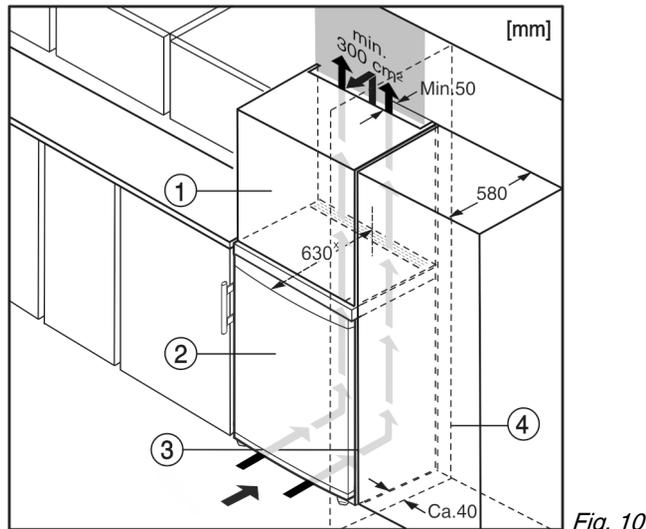

Fig. 10
Spotřebič lze zabudovat do kuchyňských skříní. K vyrovnání spotřebiče Fig. 10 (2) na výšku kuchyňské linky lze na přístroj nasadit nástavec Fig. 10 (1).
Při montáži do kuchyňských skříní (hloubka max. 580 mm) lze přístroj instalovat hned vedle kuchyňské skříně Fig. 10 (3). Přístroj přesahuje přední stěnu kuchyňské skříně na stranách o 34 mm x a uprostřed o 50 mm x.\*
Když se přístroj instaluje závěsy vedle stěny Fig. 10 (4), musí být vzdálenost přístroje od stěny alespoň 40 mm. To odpovídá přesahu madla při otevřených dveřích.\*